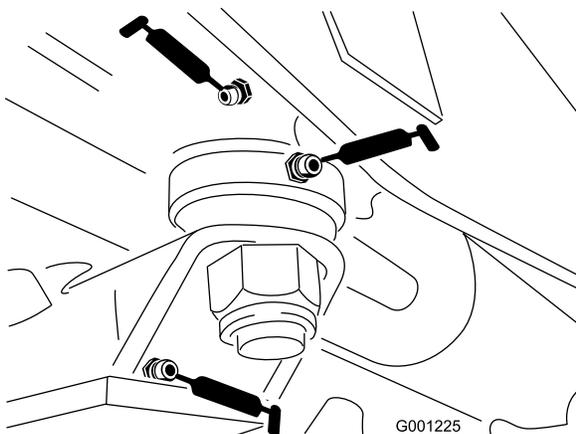

Figura 43
- Boccole della piastra sterzante (Figura 43)
- Boccola del perno dell'assale (Figura 43)